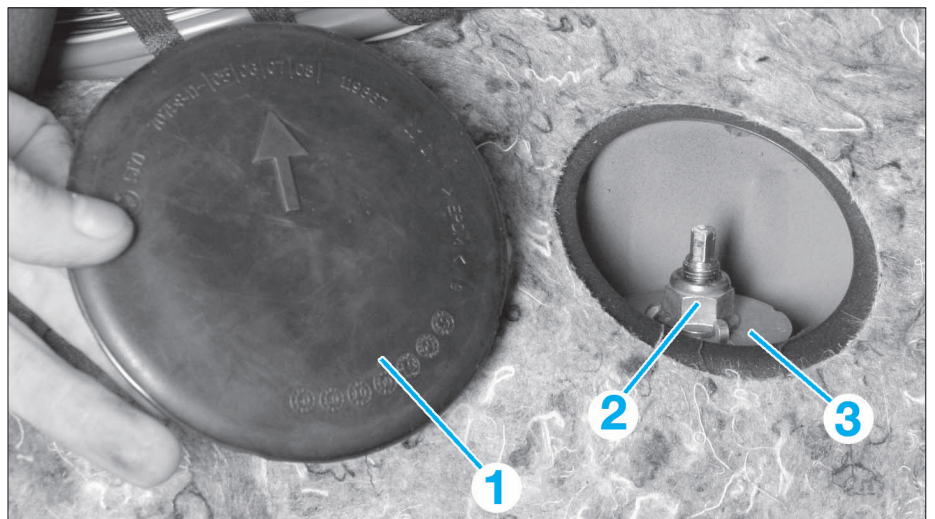

FIG. 29
- Déposer le cache (1) (Fig.29).